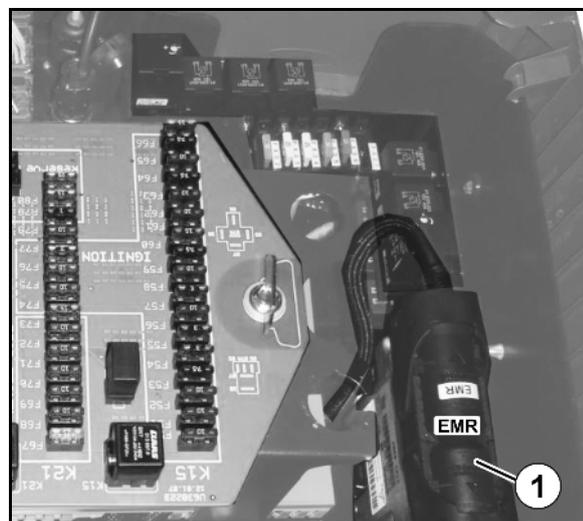

Fig. 133
- Ziehen Sie die EMR-Stecker (Fig. 133/1) am Steuergerät in der Zentralelektrik in der Kabine unterhalb der Armlehne rechts neben der Kabine ab.